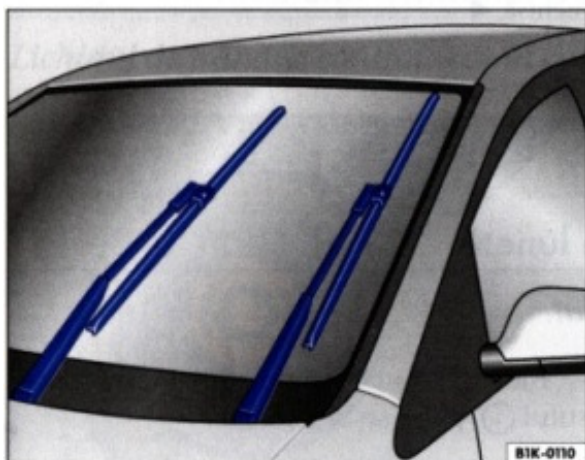

Fig. 12 Ștergătorul în poziția service
- Deplasați maneta ștergătorului de parbriz în interval de 10 secunde după luarea contactului, în jos, în poziția ștergere temporizată. Ștergătoarele vor intra în poziția service ⇒ fig. 12.